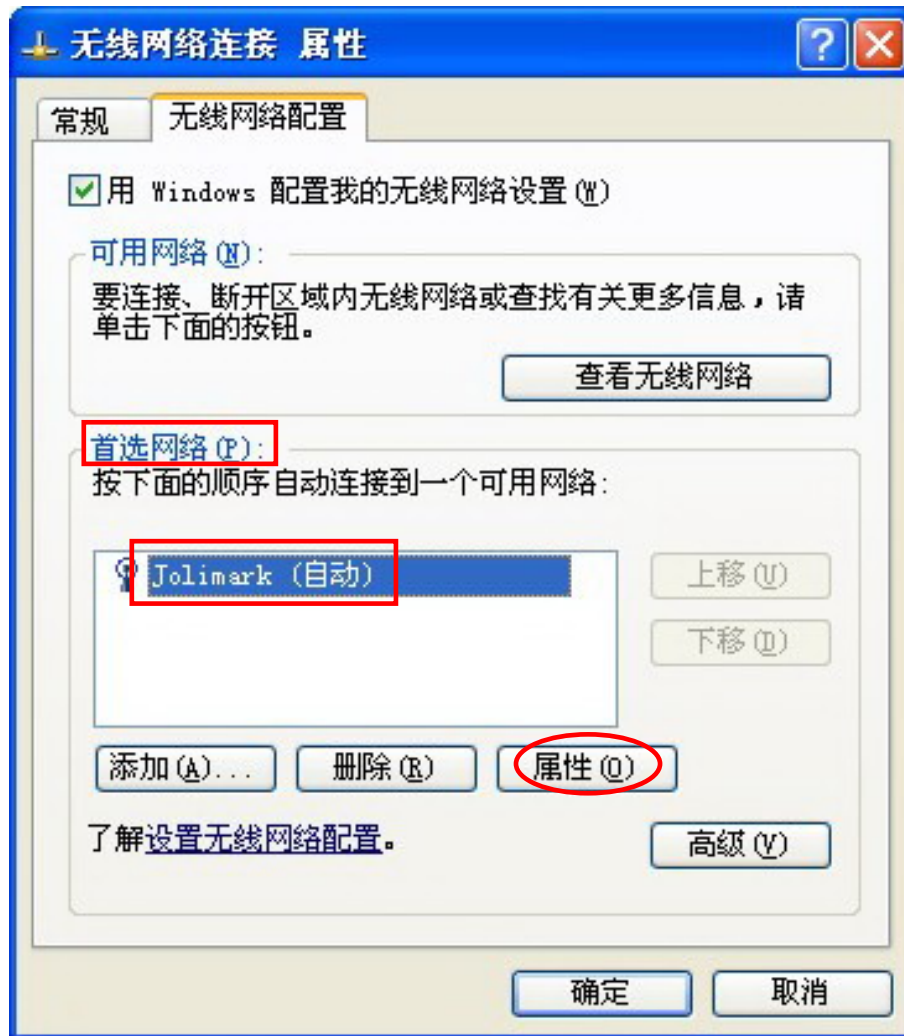

图 11
④ 接着在“首选网络”栏选中当前的无线网络名称，再点击“属性”项（如图 11）。